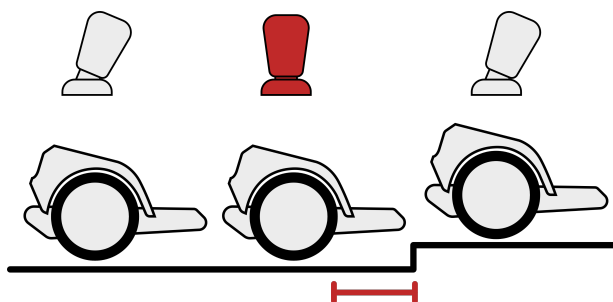

Abbildung 46. Schwellen hochfahren: Kurz bevor das Hauptrad die Schwelle erreicht, soll der Joystick kurzzeitig in Mittelstellung gebracht werden.
3. Unmittelbar vor Erreichen des Hindernisses: Lasse den Joystick einen kurzen Moment los. So heben sich die Raupenspitzen leicht an und die Bodenfreiheit wird erhöht, siehe Abbildung 46, „Schwellen hochfahren: Kurz bevor das Hauptrad die Schwelle erreicht, soll der Joystick kurzzeitig in Mittelstellung gebracht werden.“ [62].